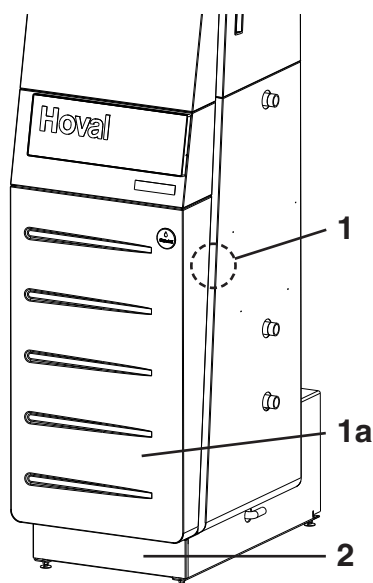

Fig. 08
3. Rimuovere la calotta frontale (1a, fig. 08). Allentare i bulloni di sicurezza laterali (1, fig. 08) (circa un $\frac{1}{4}$ di rotazione verso sinistra). Sollevare verso l'alto la calotta mantenendola dritta e sfilarla in avanti.
4. Rimuovere la lamiera dello zoccolo (2, fig. 08). Sollevare la lamiera dello zoccolo verso l'alto mantenendola diritta e sfilarla.
5. Montare la calotta frontale (1a, fig. 08) e la mira dello zoccolo (2, fig. 13).